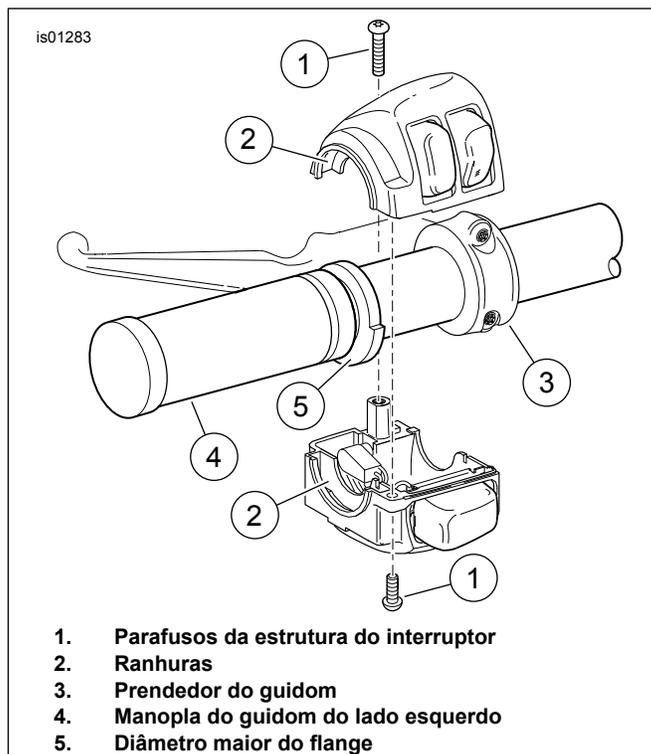

Figura 4. Estrutura do interruptor do guidom do lado esquerdo
3. Veja Figura 4 . Posicione a manopla aquecida do lado esquerdo (4) de forma que a parte com diâmetro maior do flange (5) fique na parte inferior. Empurre a manopla totalmente no guidom.
4. Posicione a estrutura inferior do interruptor sob a manopla de forma que as ranhuras (2) no lado de fora da estrutura do interruptor encaixe sobre o flange na ponta da manopla.
14. Consulte Figura 4, que mostra a montagem do interruptor similar do lado esquerdo. Posicione a estrutura inferior do interruptor sob a manopla de forma que as ranhuras (2) no lado de fora da estrutura do interruptor encaixe sobre o flange na ponta da manopla.